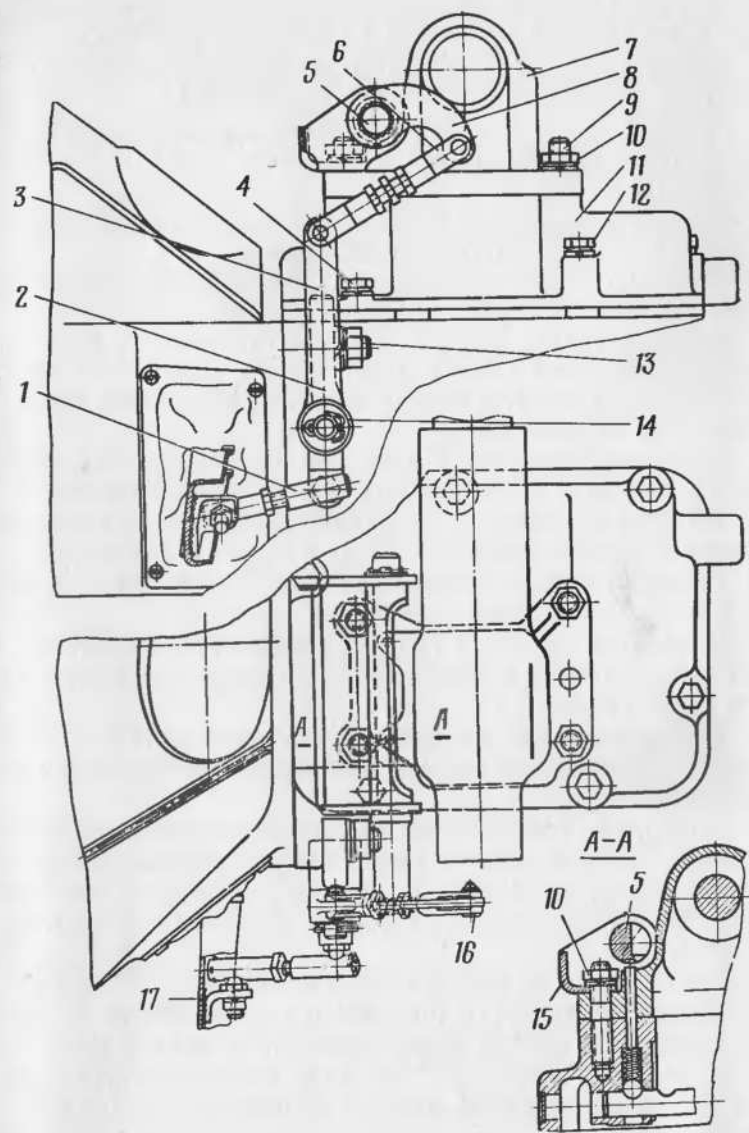
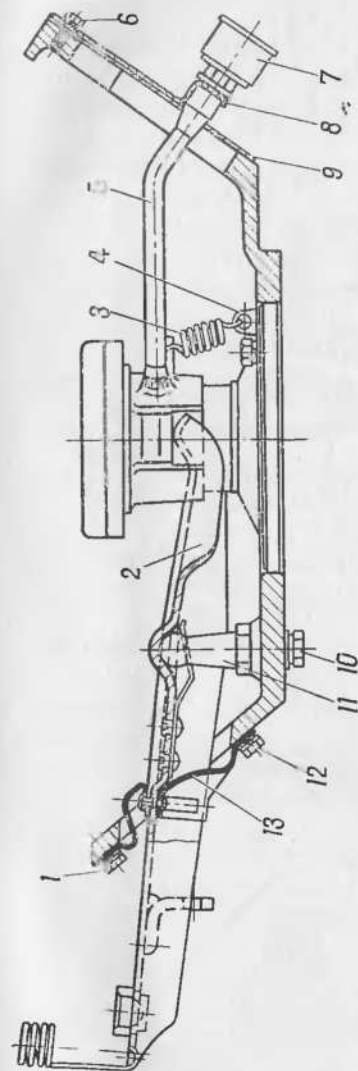

Рис. 27. Установка блокировки коробки передач:
Рис. 28. Привод сцепления:
8. Расшплинтовать, вынуть палец и отсоединить тягу привода управления коробкой отбора мощности на водомет от двуплечего рычага. Расшплинтовать, вынуть палец и отсоединить ведомую тягу 6 (рис. 27) от рычага 8.
9. Вывернуть масленку 7 (рис. 28) из наконечника шланга 5. Вывернуть болты 6, снять кронштейн 8 масленки и крышку 9 люка.
11. Отвернуть гайку шпильки 13 (рис. 27) и снять стойку 2 в сборе с рычагом 3 и тягами 1 и 6.
12. Вывернуть болты 12 (рис. 28) крепления защитного чехла 13, вывернуть болт 10 и снять вилку 2 в сборе с чехлом и тягами, вынуть шаровую опору 11.
20. Отсоединить пружину 3 (рис. 28) от скобы 4 и снять подшипник 7 (рис. 29) с муфтой в сборе и с пружиной.
1. Установить подшипник 7 (рис. 29) с муфтой в сборе и присоединить пружину 3 (рис. 28) к скобе 4.
6. Установить шаровую опору 11 (рис. 28) и закрепить ее болтом 10 с пружинной шайбой.
10. Установить вилку 2 (рис. 28) в сборе с защитным чехлом 13, тягами 1 (рис. 27) и 6, стойкой 2 и рычагами 8, стойку 2 надеть на шпильку 13 крепления коробки передач и закрепить гайкой с пружинной шайбой.
11. Установить рабочий цилиндр 16 (рис. 28) гидропривода сцепления в сборе с трубкой подвода жидкости, направляя толкатель 14 цилиндра в углубление вилки 2 выключения сцепления, и закрепить цилиндр болтами 17 с пружинными шайбами.
13. Присоединить ведомую тягу 6 (рис. 27) к рычагу 8, вставить палец и зашплинтовать его шплинтом.
13. Отвернуть гайки 10 (рис. 27), снять кронштейн 15 в сборе с валиком 5, снять верхнюю крышку 7 и скобу крепления оплеток тросов карбюратора.